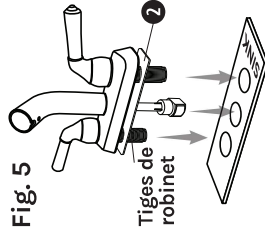

Fig. 5
- Appliquez un mince cordon de produit d'étanchéité à base de silicone sur le dessous de la **plaque de mastic** et faites glisser avec précaution les tiges de robinet dans le trou de l'évier et placez le robinet dans la zone souhaitée (voir la fig. 5).